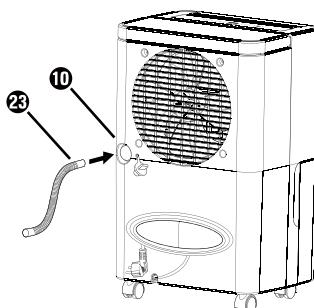

Fig. 4
- ◆ Sæt enten den medfølgende slange **23** eller EU-haveslangeadapteren **24** på vandudløbsåbningen **10** (se fig. 4 og 5).